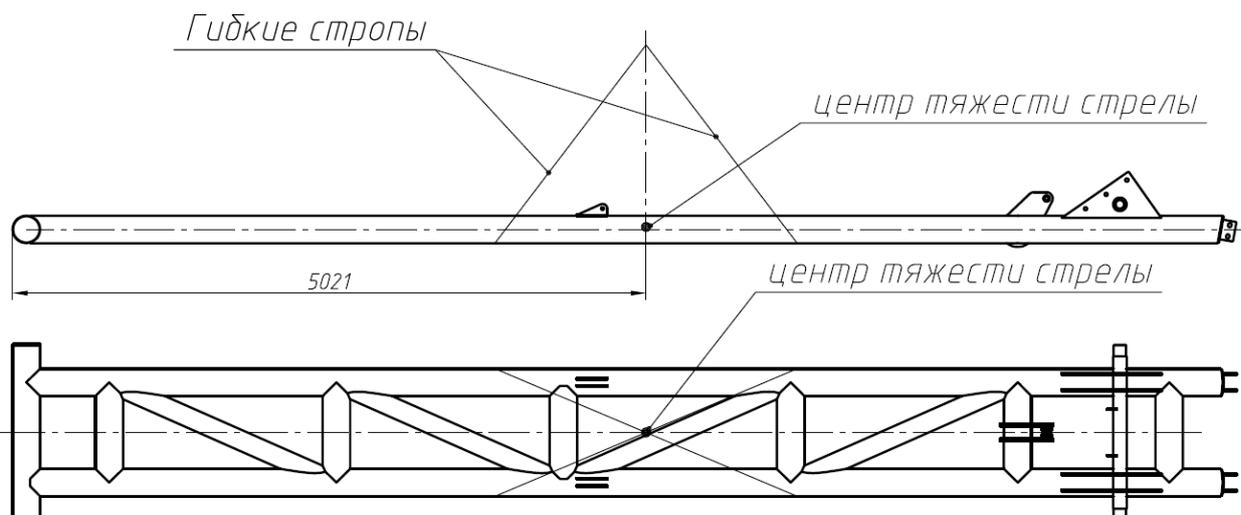
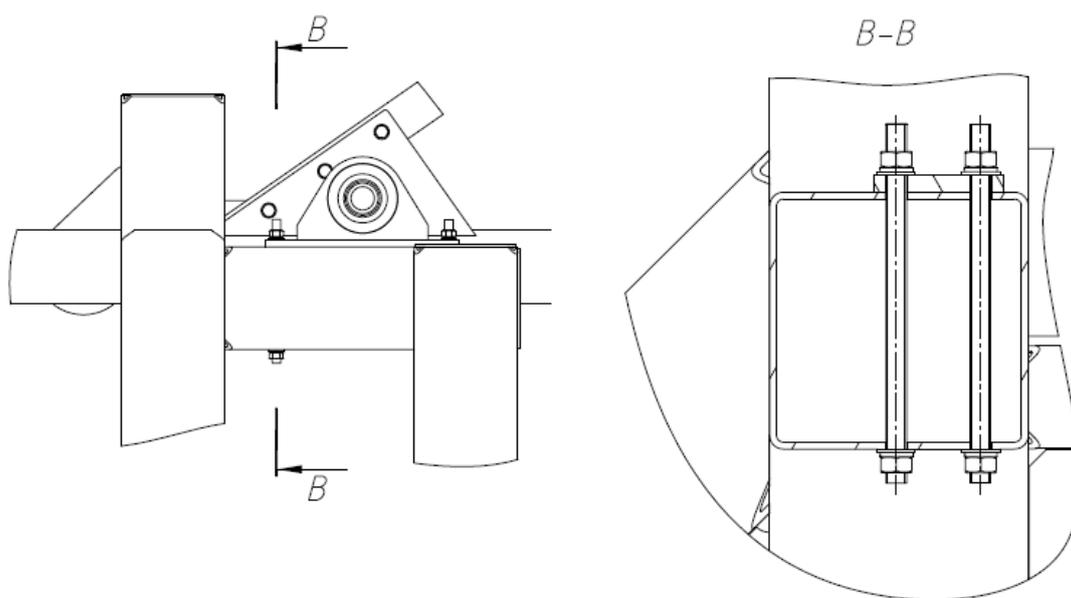

рис.5.2
рис.6
4.2.6 Установить на тумбу стрелу (рис. 5.2). Схема зачаливания стрелы показана на рисунке 5.2. Закрепить подшипниковые опоры на тумбе с помощью поставляемых шпилек М24x420мм (рис.6).